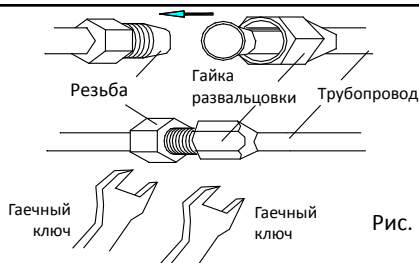

Рис. 10
- 3.Плотно закрутите гайку торсионным гаечным ключом до щелчка (рис. 10).